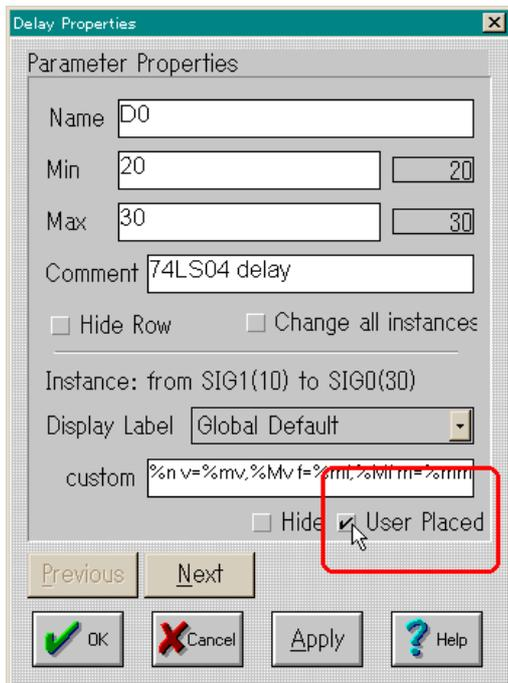

図 3.13 パラメータのユーザ配置モードの解除
2. User Placed チェック・ボックスのチェックをはずします(図 3.13)。